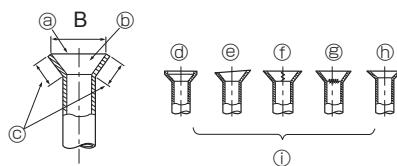

Fig. 5-7
5.2.5. Controleeren (Fig. 5-7)